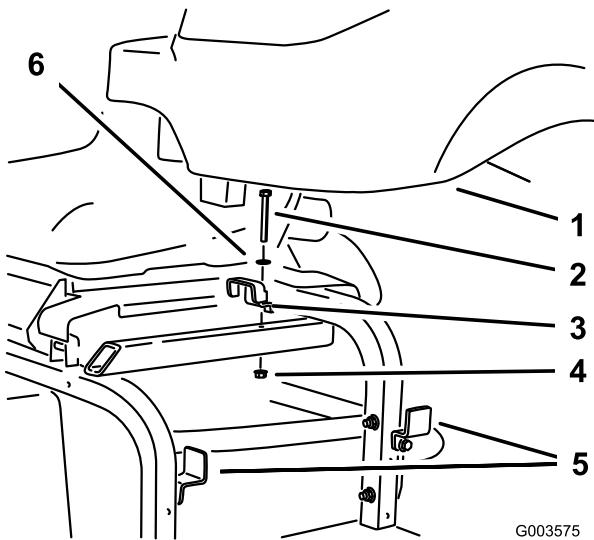

Figura 7
9. Staccate dal telaio della macchina la staffa superiore del serbatoio idraulico e allentate le due staffe sui lati del telaio. (Figura 7). Rimuovete il serbatoio e conservate la bulloneria.